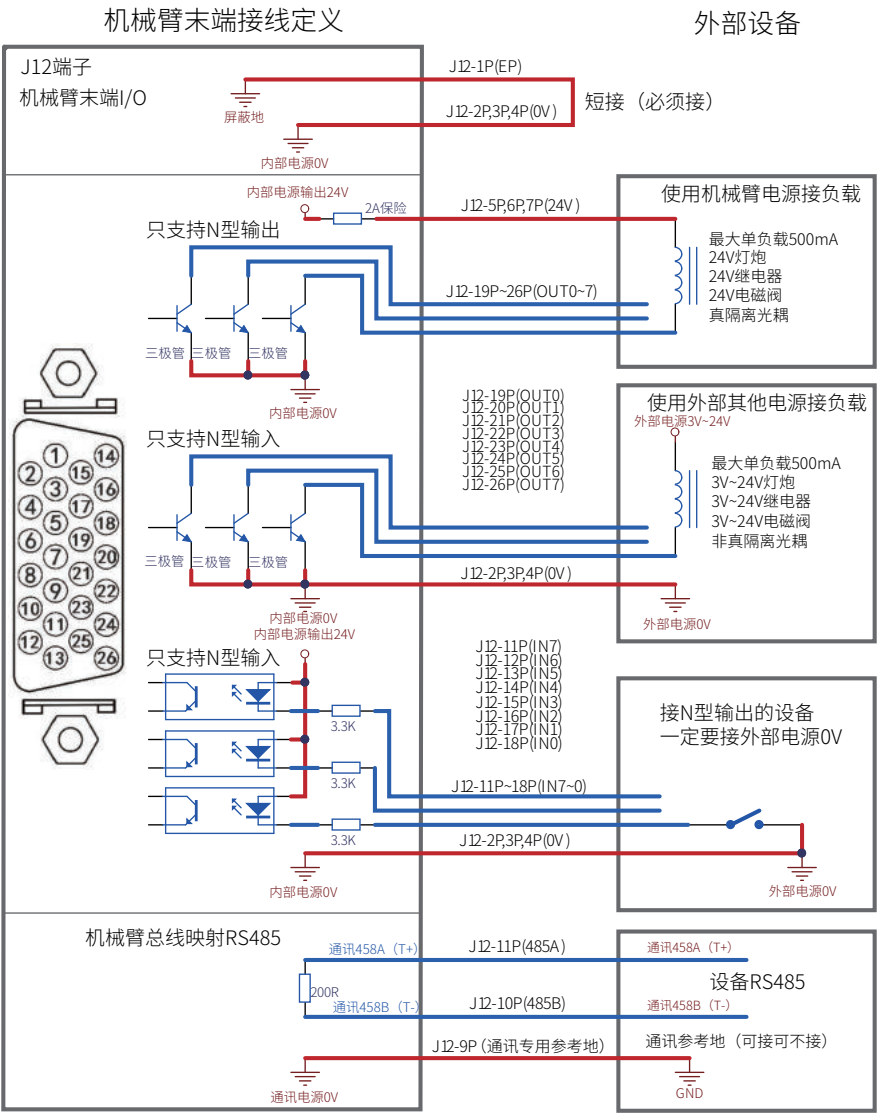

图 5
- (1) J10B为4芯直通线航空插头通到底座J10A;
- (2) J11B为4芯直通线航空插头通到底座J11A。
7. J12接口内部电路设计（图5所示）